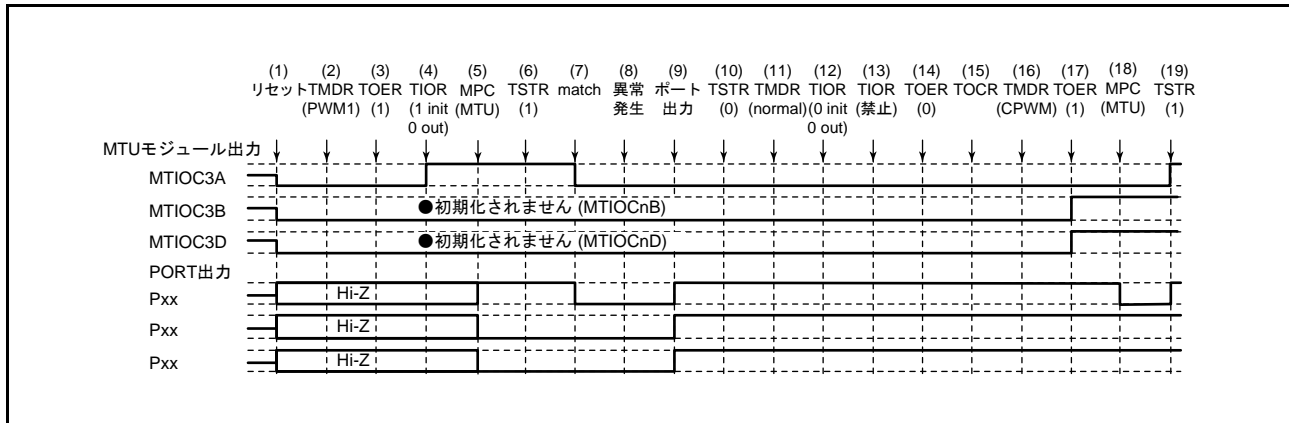

図 22.137 PWM モード 1 で異常が発生し、相補 PWM モードで復帰する場合
PWM モード 1 で異常が発生し、再設定後相補 PWM モードで再スタートする場合の説明図を図 22.137 に示します。
(1) ~ (14) は図 22.137 と共通です。
(15) TOCR レジスタでリセット同期 PWM モードの出力レベルと周期出力の許可 / 禁止を選択してください。
(16) リセット同期 PWM モードを設定します。
(17) TOER レジスタで MTU3、MTU4 の出力を許可してください。
(18) MPC と I/O ポートのポートモードレジスタ (PMR) で MTU 出力としてください。
(19) TSTR レジスタで再スタートします。